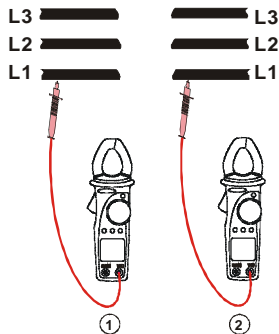
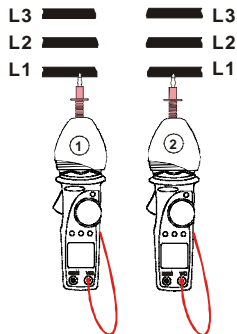

Рис. 16: выявление фазы
Рис. 17: выявление фазы с резиновым чехлом-фиксатором
4. Подключите красный щуп к фазовому проводу L1 (см. рис. 16, 1-ое измерение). При необходимости используйте резиновый испытательный чехол-фиксатор (см. рис.17, 1-ое измерение).